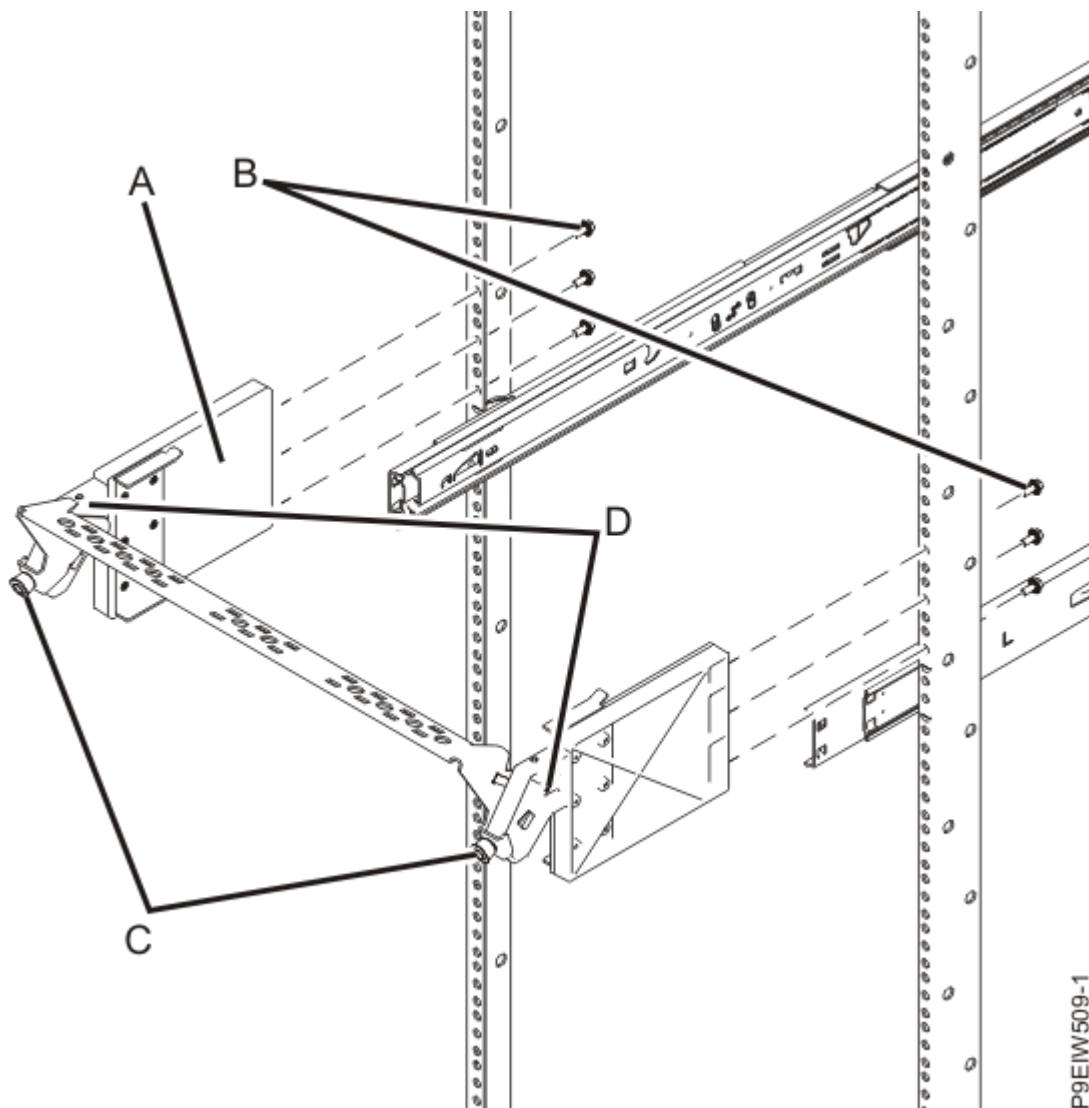

Figura 2. Atașarea colțarului de pozare a cablurilor la dulap
3. Asamblați colțarul de pozare a cablurilor prin atașarea barei de gestionare a cablurilor la colțarele de gestionare a cablurilor, folosind două șuruburi M3 (**D**), așa cum se arată în Figura 2 a pagina 8
- b. Din interiorul dulapului, instalați trei șuruburi (**B**) prin flanșele dulapului și în colțarul de pozare a cablurilor (**A**), după cum se arată în Figura 2 a pagina 8.
5. Ajustați colțarul de pozare a cablurilor în funcție de necesitățile dumneavoastră, slăbind șuruburile cu cap striat (**C**) și înclinând colțarul, așa cum se arată în Figura 2 a pagina 8.